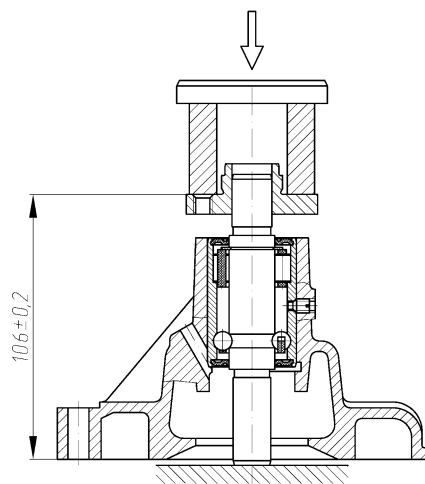

Рис.146. Напрессовка ступицы шкива водяного насоса
- напрессовать на валик подшипника ступицу шкива насоса, выдержав размер  $(106,0 \pm 0,2)$  мм (рис.146);